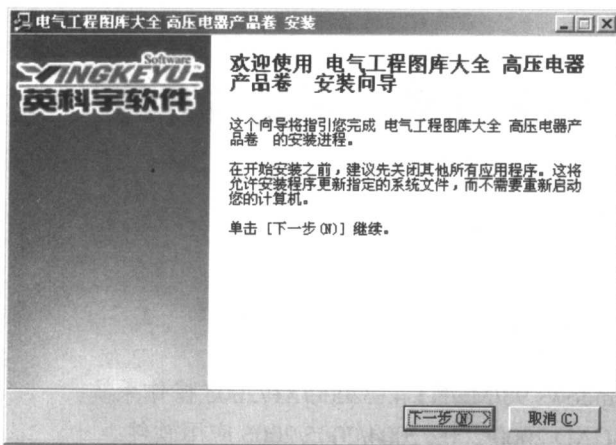

图 1-1 “欢迎使用”对话框
(1) 将软件安装光盘放入光驱后程序会自动运行, 弹出安装界面 (若光盘不能自动运行, 可进入“我的电脑”查看光盘内容, 双击光盘根目录下的 AutoRun.exe), 随后安装程序开始进行初始设置, 稍后弹出如图 1-1 所示的“欢迎使用”对话框。